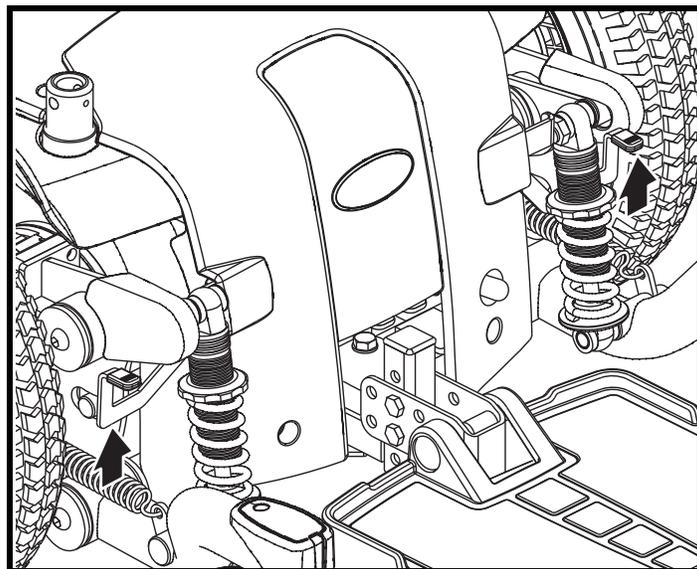

Figura 9. Modalità di guida (Trazione attivata)
3. Tirare le due leve verso l'alto per attivare i motori di trazione (modalità di trazione). **Consultare la figura 9.**